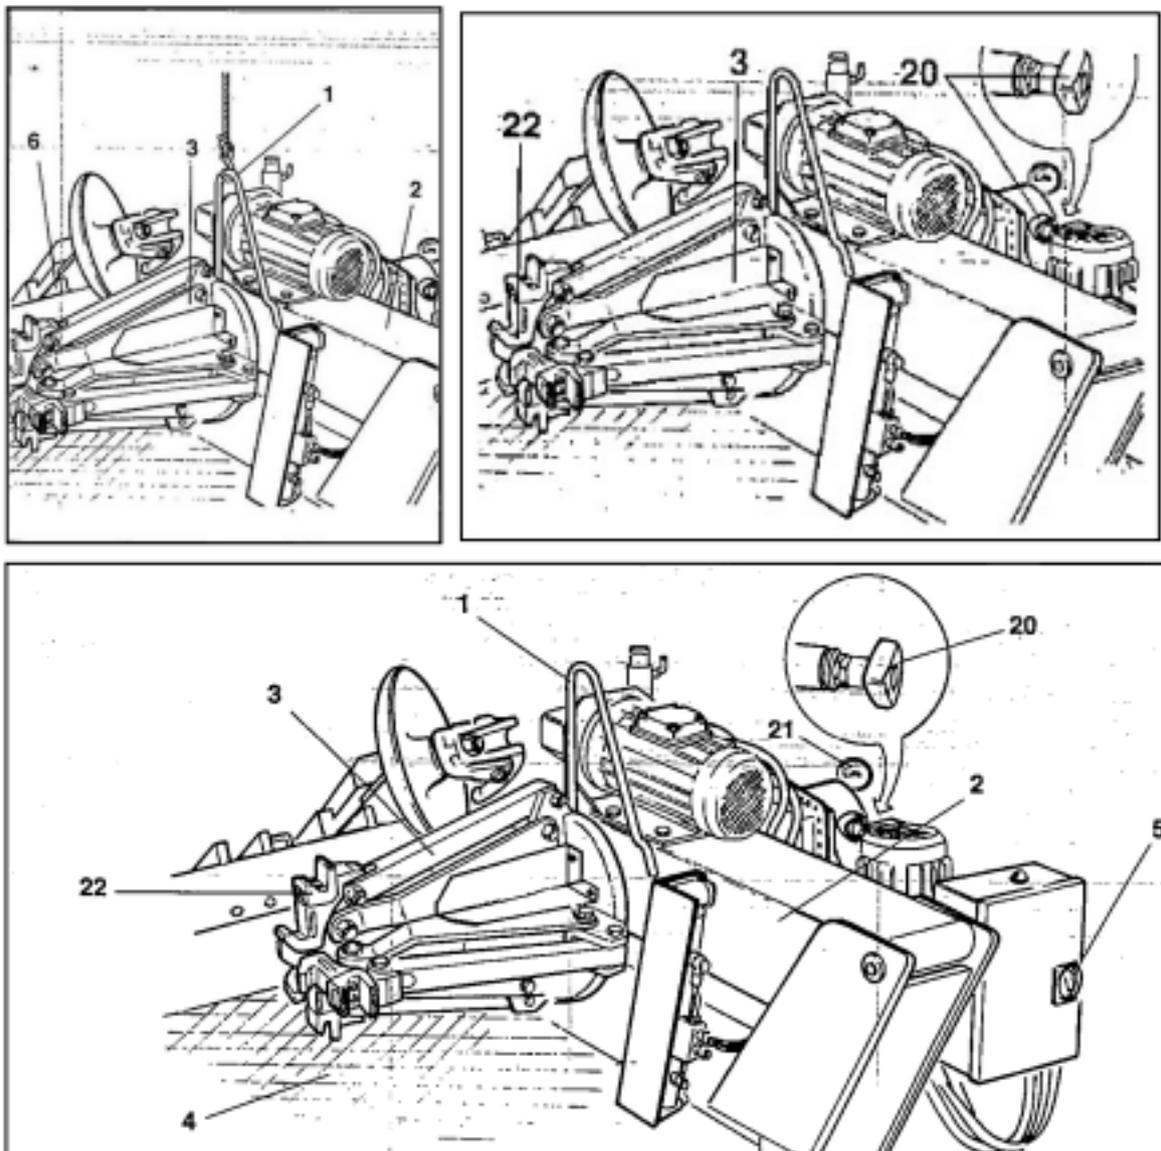

Fig. 3.1
O produto tem um suporte (1, Fig. 3.1) que foi ali posicionado de propósito para mover a máquina. Siga, estas instruções:
- 1) Baixe o braço de suporte do prato (2, Fig. 3.1) completamente para baixo.
- 2) Fechar completamente as mandíbulas (3, Fig.3.1).
- 3) Encostar o disco do afrouxador de esferas ao suporte de elevação (1, Fig.3.1), 20cm quase com o braço (14 Fig.6.3) fechado na posição de trabalho.